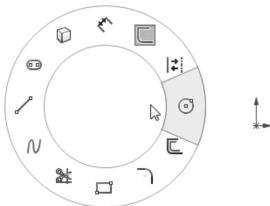

图 1-26 运用鼠标笔势
- 在图形区按住右键轻轻滑动，显示鼠标笔势并滑至【圆】笔势，如图 1-26 所示。